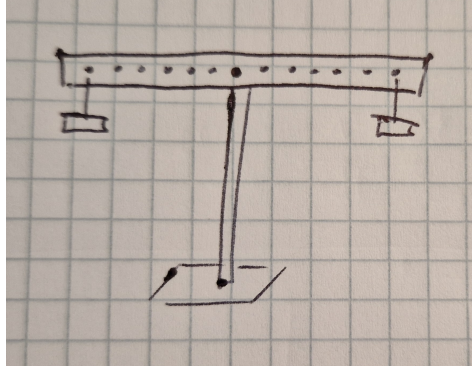

Figura 1: Setup sperimentale
- ☐ Preparare il sistema come in figura 1 appendendo l'asta per il foro centrale (dove idealmente si dovrebbe trovare il centro di massa dell'asta);